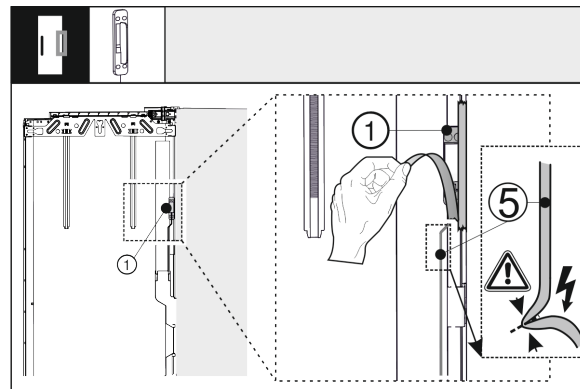

Fig. 40
- Uvolněte senzor klepání Fig. 40 (1) z vnějších dveříek. Nepoškodte spojovací kabel Fig. 40 (5).